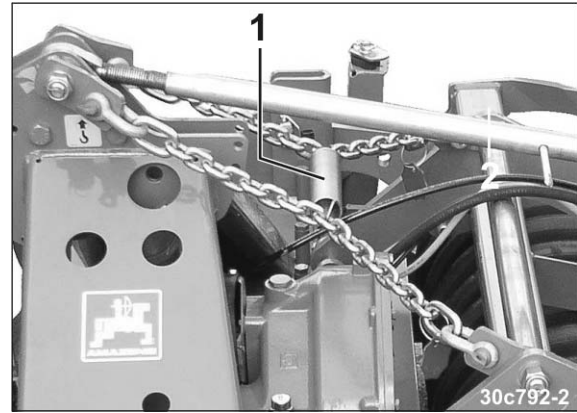

Fig. 38
6. Çekme yayını (Fig. 38/1) her iki zincire asınız. Gerilimsiz durumda zincirler zemin işleme makinasının kulesine dokunmamalıdır.